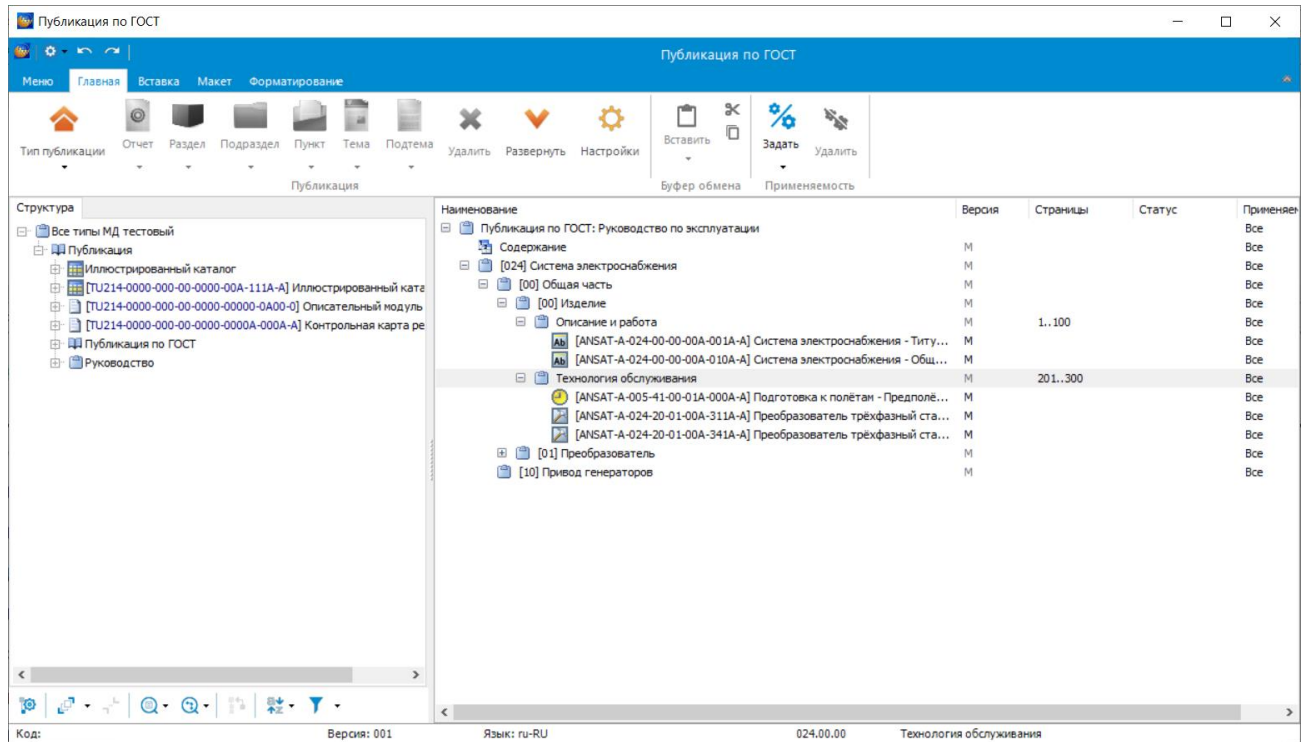

Рисунок 933
1) В правом окне редактора публикаций выделите тему или подтему публикации, в которую будет добавлен модуль данных (рисунок 933).